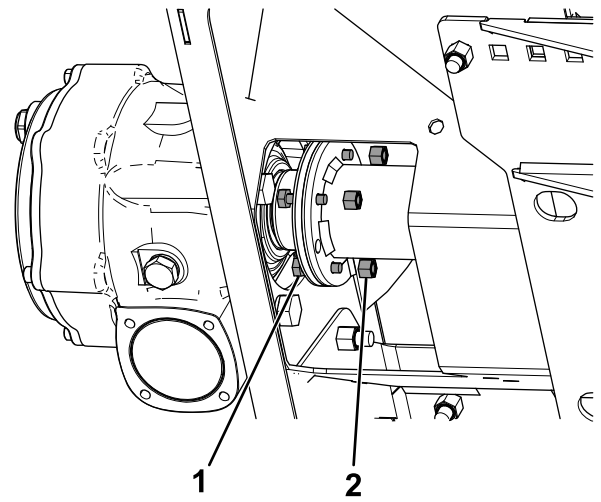

**Figura 7**
4. Sujete la placa de montaje al conjunto del sinfín usando 6 pernos ( $\frac{3}{8}$ ") y 6 contratuercas de nylon ( $\frac{3}{8}$ "), como se muestra en la Figura 7.